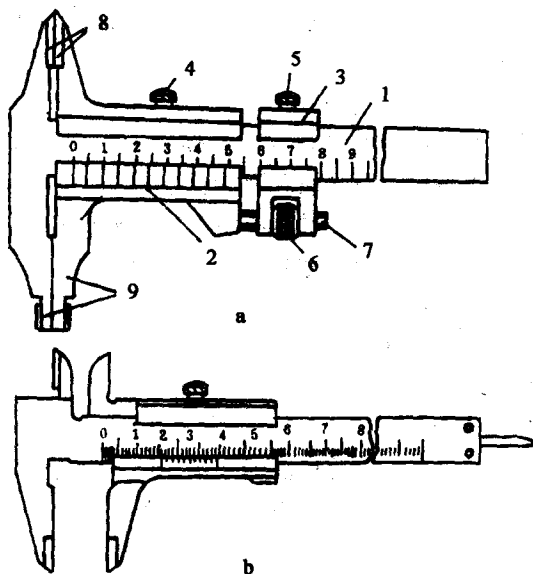

图 1-7 游标卡尺
(1) 游标卡尺的结构：图 1-7 所示是两种常用游标卡尺的结构形式。